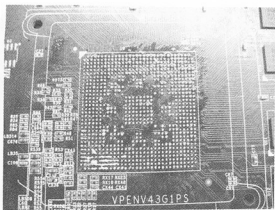

图 5-18 拆下GPU
(5) 既然跑线到达了GPU，就先把GPU拆下来，如图5-18所示。